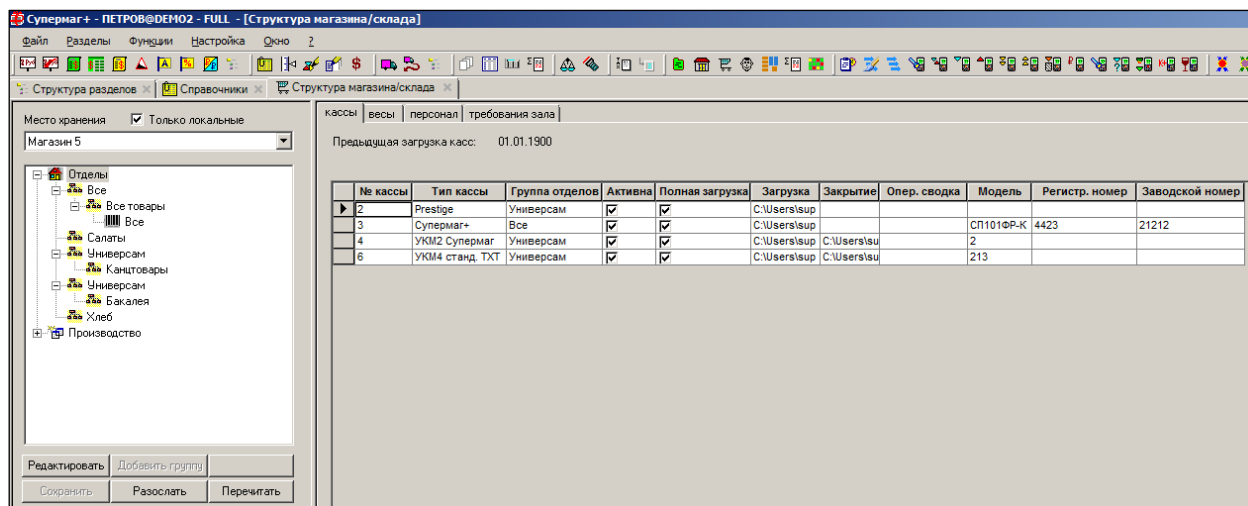

Рисунок 1 – Раздел «Структура магазина/склада»
Раздел **Структура магазина/склада** (Рисунок 1) используется для описания структуры отделов, производственных участков места хранения, а также для описания перечня кассовых линеек и весов, обслуживающих отделы торгового зала.
2. Выбрать в верхней левой части экрана из списка **Место хранения** то, для которого будет создаваться структура магазина/склада (см. Рисунок 1).